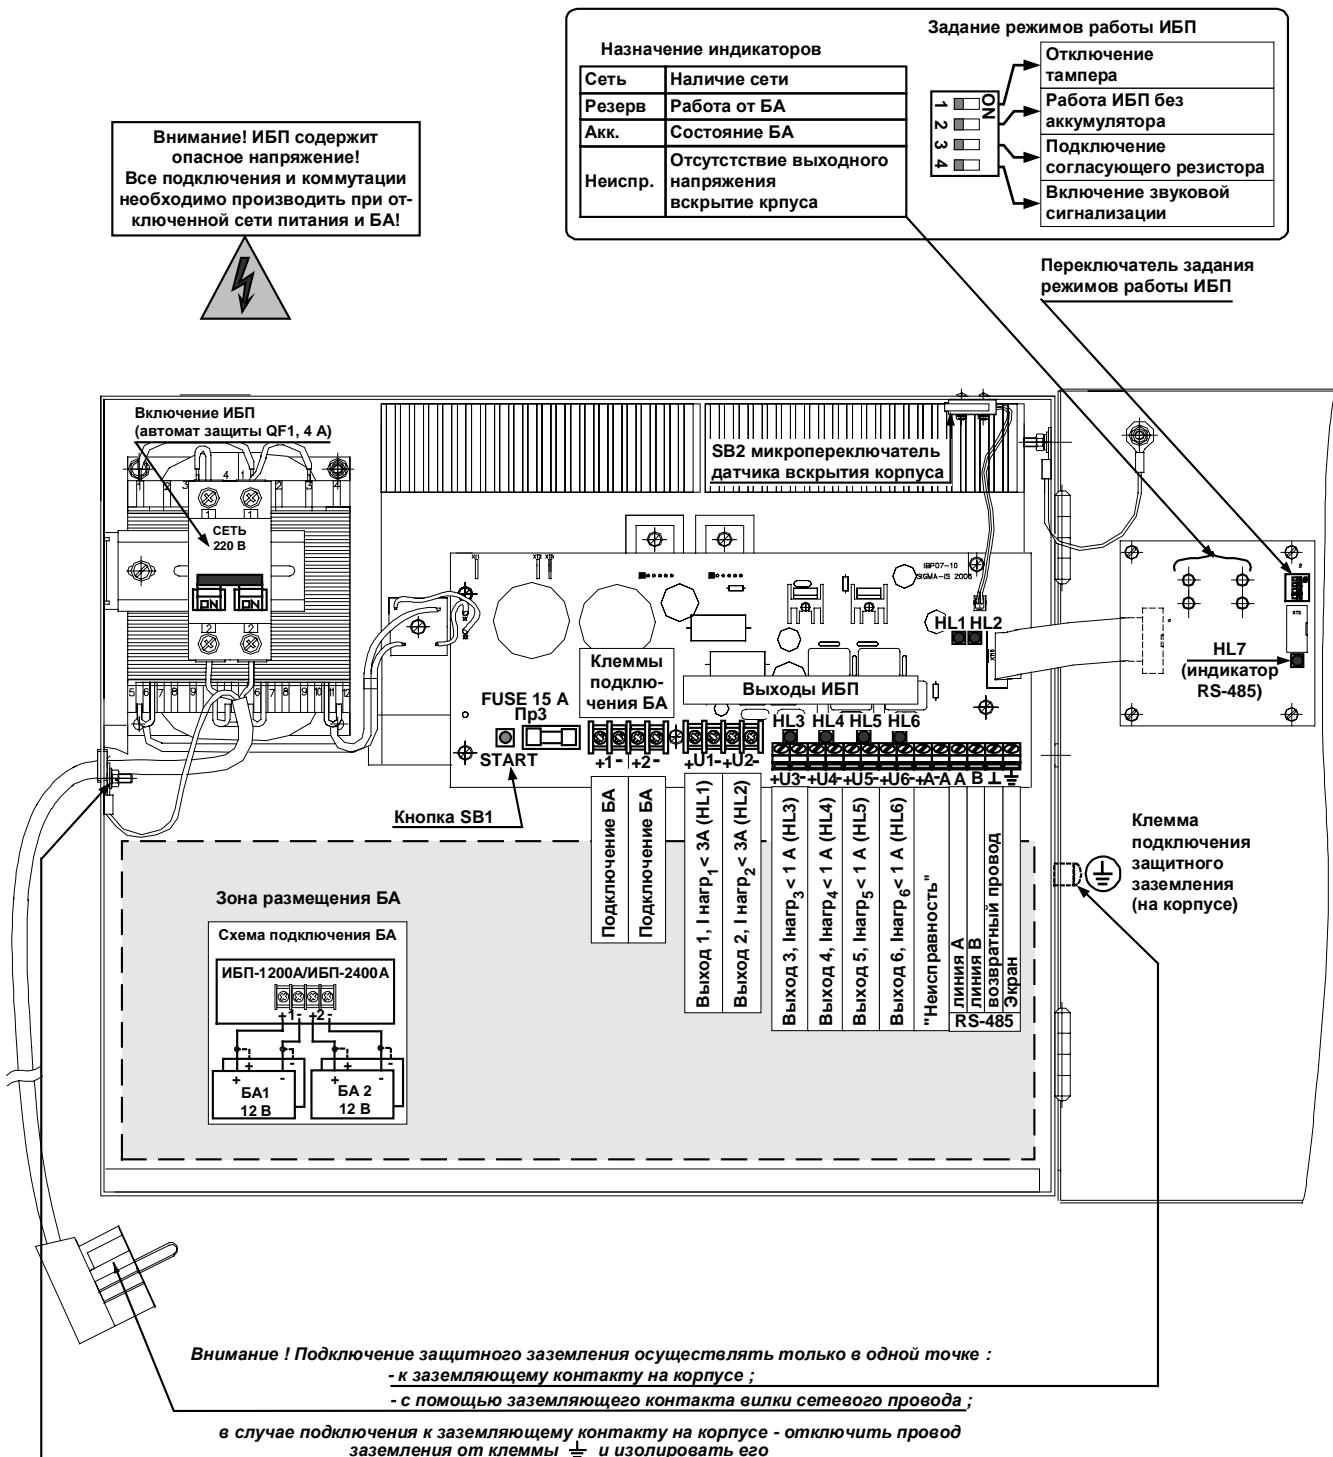

Рис. 2 Внешний вид ИБП с открытой дверью
Внешний вид ИБП с открытой дверью представлен на Рис. 2. Корпус блока имеет вентиляционные отверстия для отвода тепла. Внутри корпуса установлены вентиляторы для принудительного отвода тепла. На автомате защиты QF1 расположен тумблер включения «Сеть 220 В». На боковых поверхностях корпуса имеются отверстия, через одно из которых пропускается кабель подключения сети «220 В», а через другие – провода линий выходного напряжения и контроля за состоянием БА.
Справа на боковой поверхности корпуса расположен винт для подключения защитного заземления (см. Рис. 2).
6.4.6. Корпус ИБП должен быть обязательно заземлен! Подключение заземления ИБП производится медным проводом сечением не менее 1,5 мм² к винту на правой стороне корпуса или с помощью сетевой вилки с заземляющим контактом, вывод от которого присоединен к клемме заземления Рис. 2. В случае подключения заземления к винту корпуса – отключить провод заземления от клеммы \neq и изолировать его.